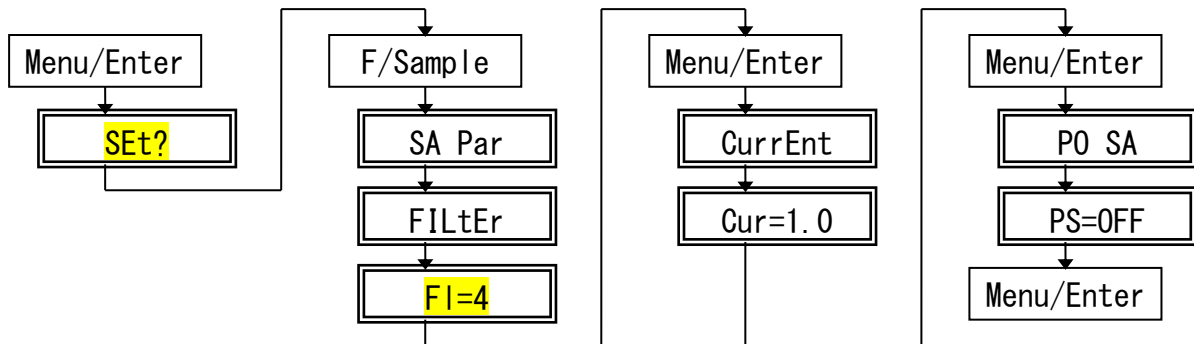

図2 フィルター等設定のフローチャート
- (3) 測定電流は、「測定電流は 1 mA」に設定する。(図 2)